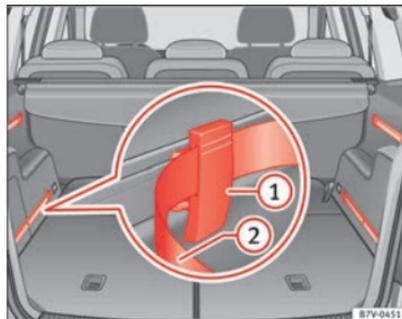

Abb. 97 Im Gepäckraum: Schienensystem mit Schienen, verschiebbaren Fixierelementen (1) und fixierbarem Spannbänder (2).
- Fixierelement mit den Rillen nach oben \Rightarrow Abb. 97 (1) von oben in die Schiene einsetzen und unten andrücken.